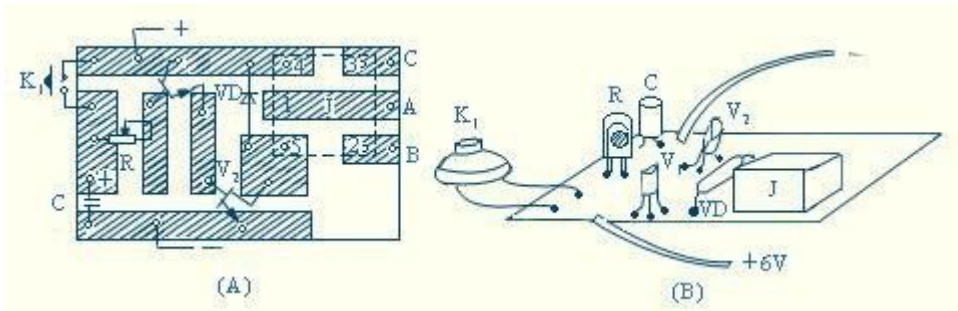

图 3 印刷电路图和实物图
延时开关电路的印刷电路板如图 3。
- c. 焊接 R 和 C、可调电阻器 R 可如图 3—27 焊好后再插入印刷电路板焊接。电解电容器 C 焊接时要注意正负引脚位置。